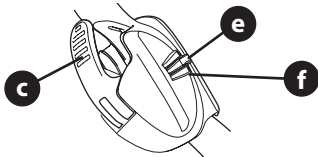

Figura 9
**¡IMPORTANTE!** Al trabar la palanca de liberación de la manija EZ-fold (c) asegúrese de que el indicador de posición (e) quede alineado con una de las tres posiciones de la manija (f) (Figura 9).